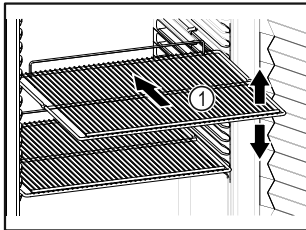

Fig. 70 Atvaizdo pavyzdys
- ❑ Jei pastatymo grotelės Fig. 70 (1) galima perkelti, pritaikykite atsižvelgdami į aukštį.